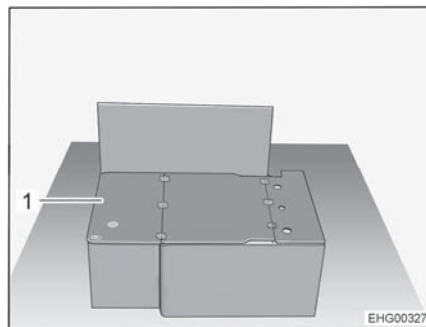

Fig. 23 Divano senza cuscino
- Ribaltare il piano di appoggio (Fig. 23,1) di 180° e appoggiarlo sul coperchio della cassapanca.